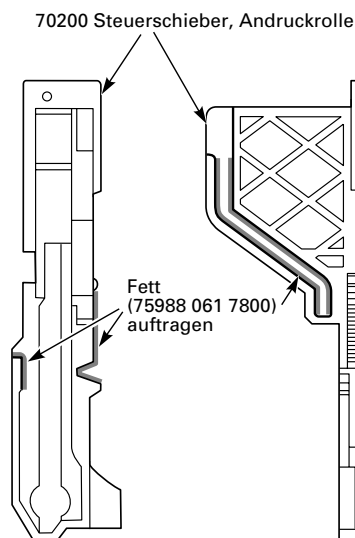
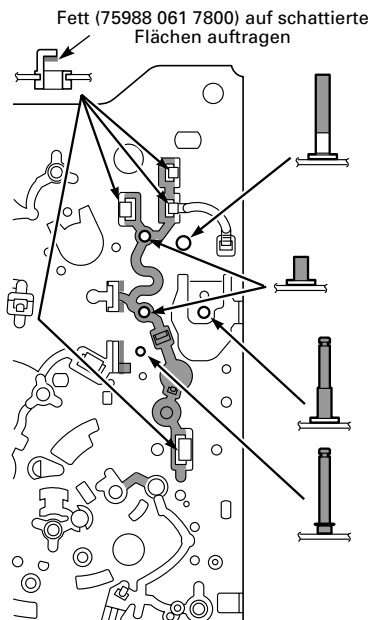

Fig. 8.32
Fig. 8.35
- Verwenden Sie zum Schmieren der Fädelschlittenmechanik (grau hinterlegte Flächen) ausschließlich das Schmiermittel mit der Materialnummer **75988 061 7800** und beachten Sie die Schmierhinweise in Fig. 8.32 – Fig. 8.35!